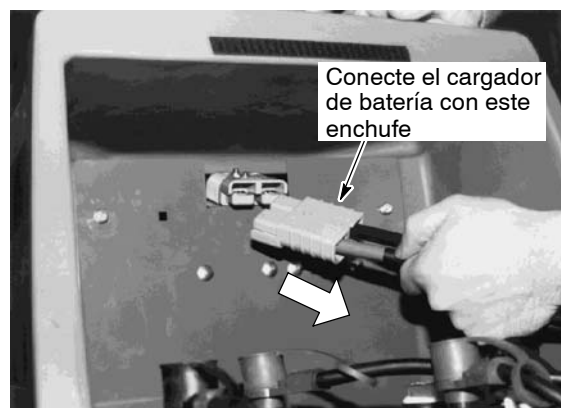

FIG. 17
5. Desconecte el enchufe de la batería de la máquina (Figure 17). Con el cordón de suministro eléctrico desenchufado, conecte el cargador de la batería según se muestra.